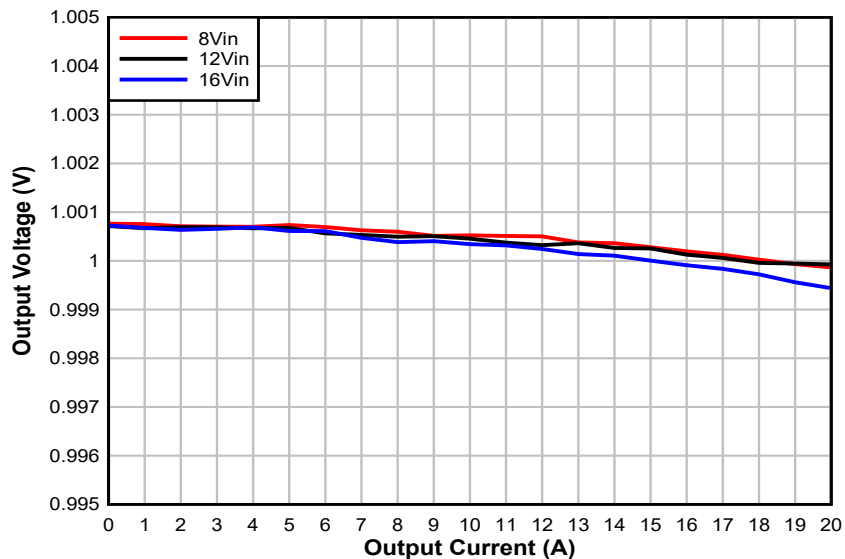

図 4-2. VOUT 負荷レギュレーション
5. 負荷を 0 から $20A_{DC}$ に変動させます。 V_{OUT} は、図 4-2 で定義されているように安定化させる必要があります。